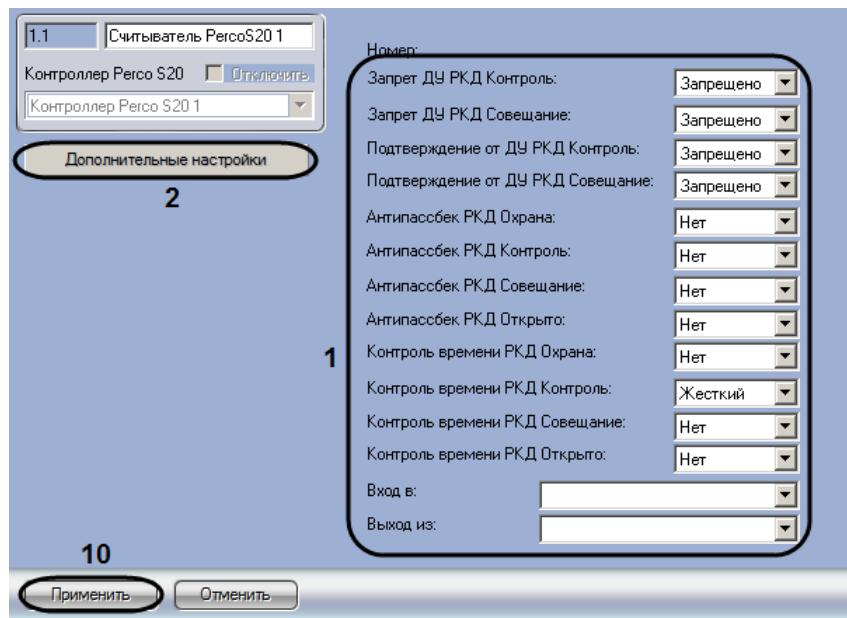

Рис. 3.3—11 Панель настроек объекта Считыватель PercoS20
2. Задать параметры считывателя (см. Рис. 3.3—11, 1, Таб. 3.3—5).